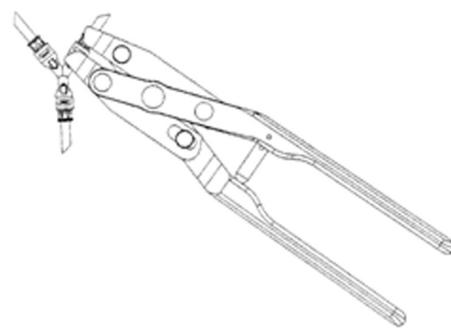

Figura 4-36. Herramienta de montaje de conexión rápida (abordaje desde el lado del conector de 3 vías)
9. Cuando use un conector de 3 vías, la herramienta de montaje debe usarse 3 veces, una vez en cada extremo del conector. La herramienta de montaje debe engancharse desde el lado de cada extremo del conector. Adelante el tubo a cada extremo del conector hasta que el tubo toque la pared interior del conector, según se ve a través de la ventana del conector. (**Figura 4-36**)